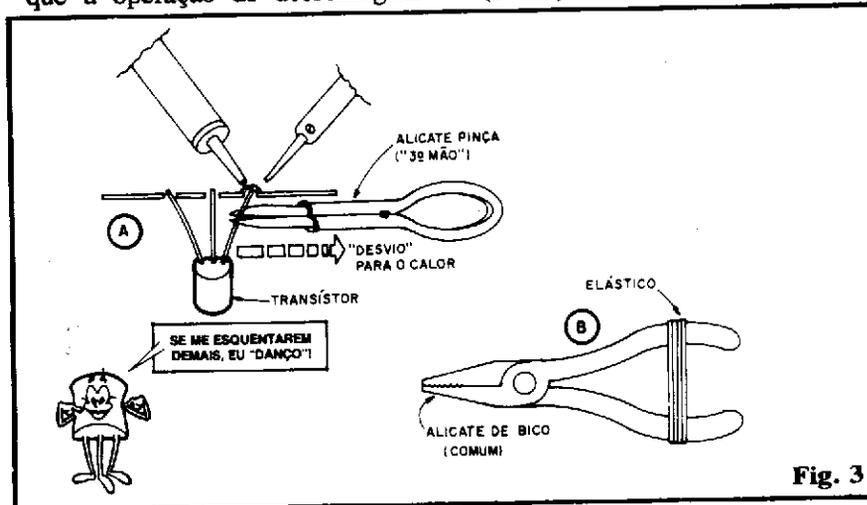
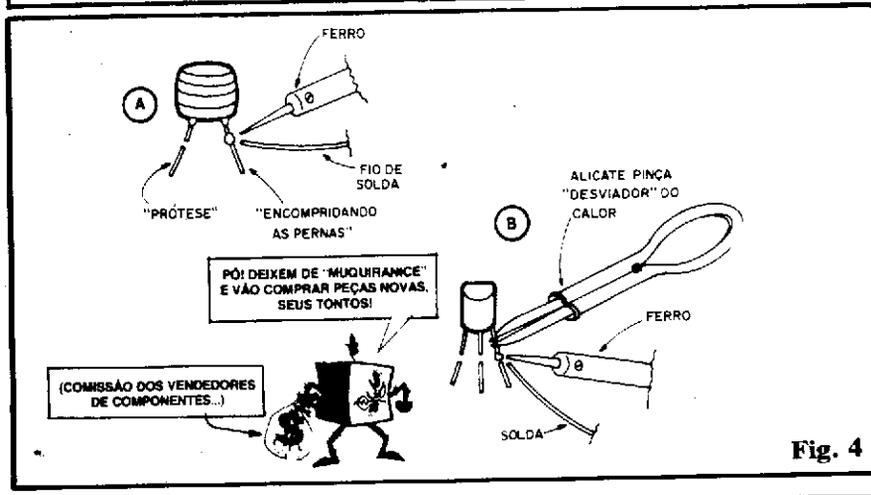

Fig. 3
Fig. 4
- **FIG. 3 - REMOÇÃO DE COMPONENTES TERMICAMENTE DELICADOS** - Transístores, diodos (e demais semicondutores...) além de capacitores eletrolíticos, são peças que "não gostam" de calor excessivo (e/ou por demasiado tempo...), e que assim requerem cuidados especiais. Além de - obviamente - usar um ferro de baixa "wattagem" (20 ou 30 watts, como já avisamos nas primeiras "Aulas"...), é fundamental que a operação de dessoldagem
com o que a ferramenta se transforma, momentaneamente, numa excelente pinça retentora (fig. 3-B).
- **FIG. 4 - AS "PRÓTESES"** - Praticamente todos os componentes removidos da placa de SUCATA (pelos métodos descritos e mostrados nas figs. anteriores...) estarão, depois de liberados, com "perninhas" muito curtas (uma vez que "lá na fábrica", ao fim da montagem, as sobras de "pernas" e terminais foram devidamente "amputadas"...). Isso impossibilita, **a priori**, qualquer tipo de reaproveitamento, por razões puramente mecânicas. Até mesmo a eventual re-inserção em **outra** placa de Circuito Impresso, será problemática, isso sem falar nas montagens em ponte de terminais ou - pior ainda - em barras de conectores parafusáveis (caso típico das Experiências mostradas no ABC...). A saída prática é recompor as "pernas" e terminais dos componentes, efetuando verdadeiras "próteses" com a soldagem cuidadosa de toquinhos de fio rígido, que "encompridam" os terminais até dimensões novamente práticas! Notem que deve, nessas "próteses", ser sempre usado fio nú e rígido, cujo calibre seja - tanto quanto possível - "parecido" com o originalmente mostrado pelo pedacinho de "perna sobrando" do componente... Em caráter geral, recomenda-se o uso de fio nº 22 a 28 (AWG), cujos calibres "batem" com a espessura normal de terminais da maioria dos componentes pequenos. A fig. 4-A mostra a delicada, porém fácil, operação de "encomprimento"... Aconselhamos que previamente, antes de juntar fisicamente a "prótese", as pontinhas do terminal e fio envolvidas na emenda sejam levemente estanhadas (um tiquinho de solda cuidadosamente aplicada). Isso facilitará o "grude" no momento da união definitiva (não vão fazer um "baita" caroço de solda no local, que além de feio, pode gerar futuros problemas de conexão! Lembrar ainda que (fig. 4-B) os componentes termicamente delicados (já relacionados no texto referente à fig. 3...) devem,